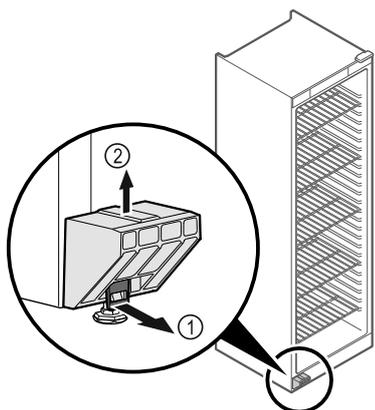

Fig. 1
- ▶ Tirer la languette Fig. 1 (1) vers l'avant.
- ▶ Retirer la sécurité de transport Fig. 1 (2) vers le haut.